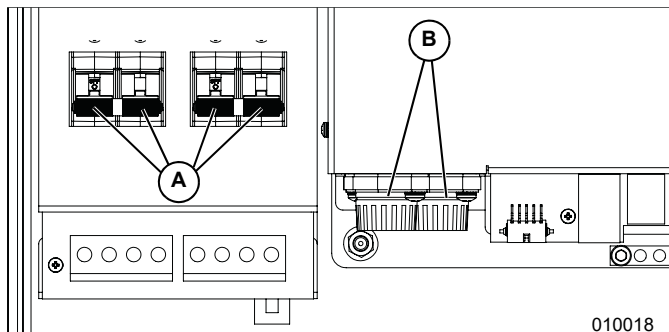

Figure 8-2. Dépose du couvercle du compartiment de câblage
5. Voir **Figure 8-2**. Trouver les porte-fusibles c.c. (B).